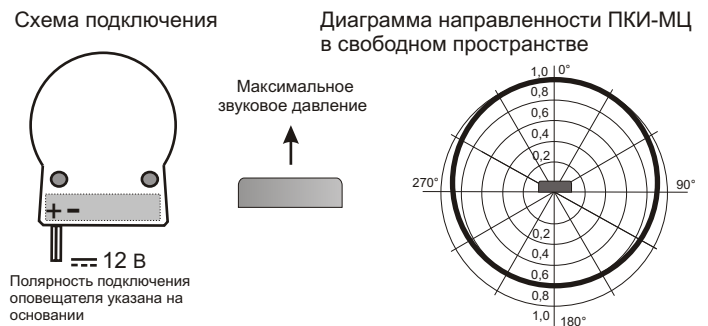

Рис.2 Схема подключения и диаграмма направленности оповещателя ПКИ-МЦ.
5.3. На рис.2 показана схема подключения и диаграмма направленности звука оповещателя ПКИ-МЦ.